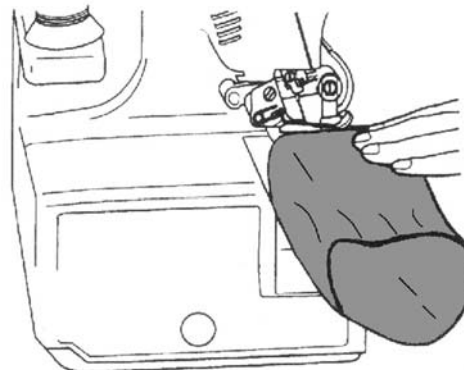

Fig. 47
- Vous pouvez à présent tirer le textile au-dessus du bras libre 12 et le coudre (Fig. 47).